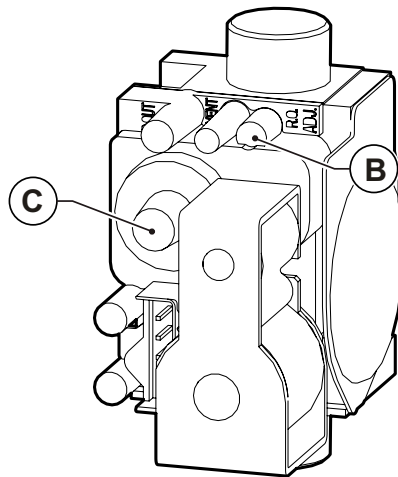

Рис. 40 Регулювання концентрації вуглекислого газу
- Відрегулюйте рівень вмісту вуглекислого газу (CO₂) в димових газах за допомогою відповідного регулятора **B** (дивись Рис. 40 Регулювання концентрації вуглекислого газу) та переконайтеся, що його значення знаходиться у межах, вказаних в Таб. 25 Вміст CO₂ в димових газах. Не виключаючи режим "сажотрус", перейдіть до наступного етапу - регулюванню на мінімальній потужності.
- Відрегулюйте рівень вмісту вуглекислого газу (CO₂) в димових газах, обертаючи гвинт «offset» **C** (дивись Рис. 40 Регулювання концентрації вуглекислого газу) та переконайтеся, що його значення знаходиться у межах, вказаних в Таб. 25 Вміст CO₂ в димових газах.